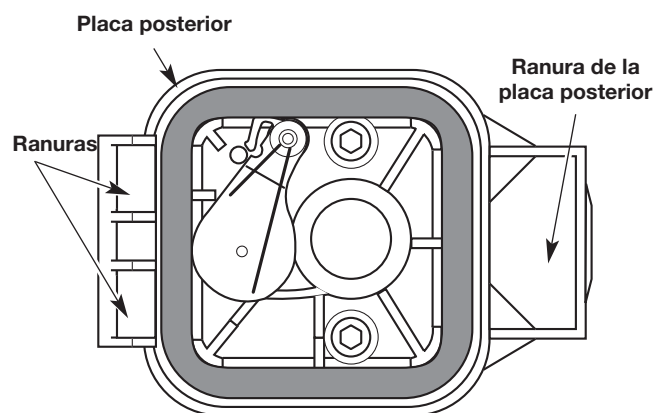

Fig. 48
6. Vuelva a colocar el filtro (Fig. 48).
7. Vuelva a instalar la cubierta del filtro de aire. Coloque los ganchos del lado izquierdo de la cubierta del filtro de aire en las ranuras del lado izquierdo de la placa posterior (Fig. 48).
8. Mueva la cubierta hacia la derecha hasta que la orejeta del filtro de aire calce en su lugar en la ranura de la placa posterior (Fig. 48).